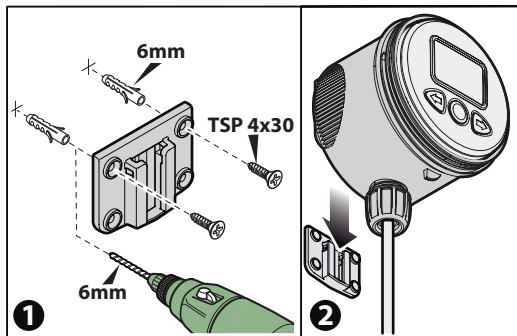

fig.4
Fissare l'apparecchiatura all'aperto o all'interno di pozzetti utilizzando la staffa in dotazione (fig.4 - ❶) ed inserendo su di essa il corpo del modulo di comando (fig.4 - ❷).